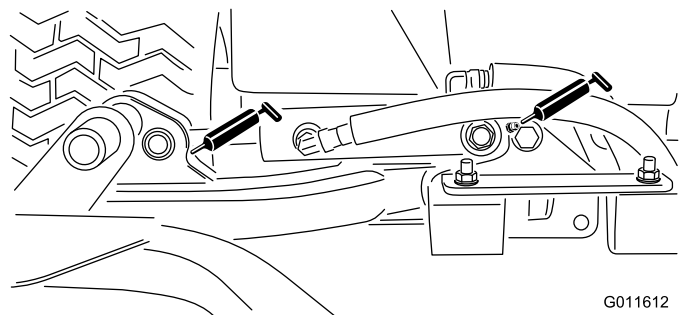

Figura 30
- Cilindros del brazo de elevación de la unidad de corte (2 en cada) – **Figura 30**
- Pivotes del brazo de elevación (1 en cada) – **Figura 30**